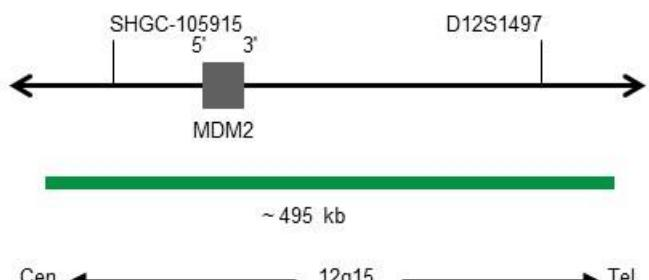

Fig. 1: SPEC MDM2 Mapa da sonda (não à escala)
- Polinucleótidos marcados com ZyGreen (excitação 503 nm/emissão 528 nm) (~10,0 ng/μl), que têm como alvo sequências mapeadas em 12q15* (chr12:69,071,802-69,565,421) que albergam a região do gene MDM2 (ver Fig. 1).
- Polinucleótidos marcados com ZyOrange (excitação 547 nm/emissão 572 nm) (~1,5 ng/μl), que visam sequências mapeadas em 12p11.1-q11 específicas para a região centromérica do satélite alfa D12Z3 do cromossoma 12 (ver Fig. 1).